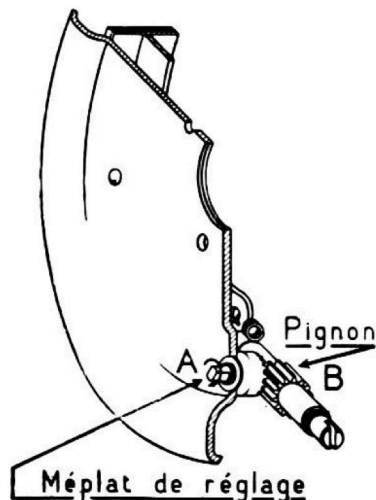

Figure 3
a) Tourner le méplat de réglage A (figure 3) dans le sens des aiguilles d'une montre (en vissant) jusqu'au blocage complet de la roue. Effectuer cette opération sur les 4 roues.